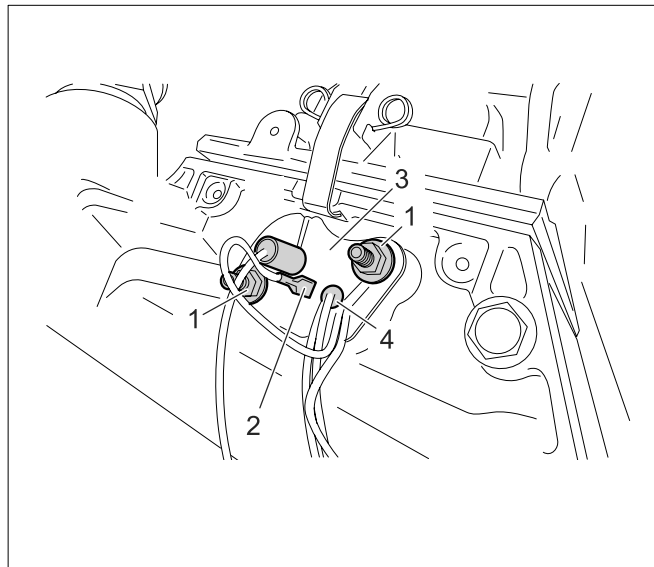

Fig. 32 Înlocuirea aprinzătorului electric
- Desfaceți șuruburile de fixare (Fig. 32, Poz. 1).
- Îndepărtați cablul de împământare (Fig. 32, Poz. 2).
- Îndepărtați placa de montare (Fig. 32, Poz. 3).
- Îndepărtați aprinzătorul electric (Fig. 32, Poz. 4).
- Montați noul aprinzător electric cu noua garnitură și fixați placa de montare cu ajutorul șuruburilor de fixare (vezi Fig. 32, Poz. 1).